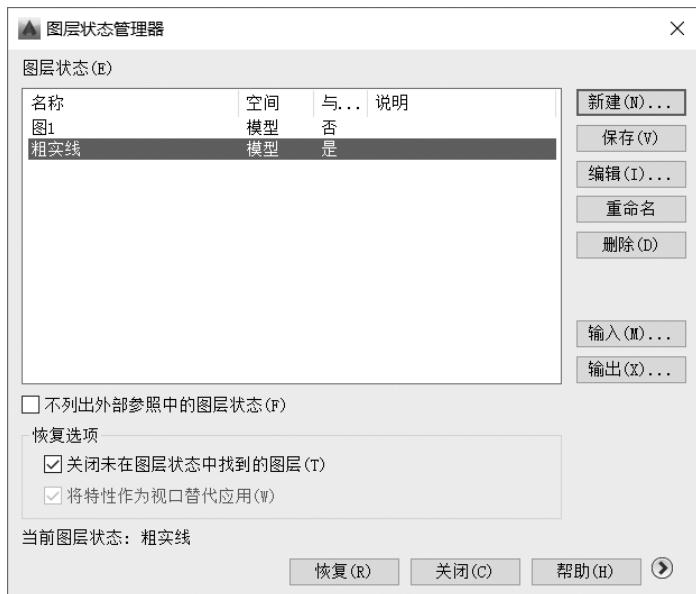

图 4-29 “图层状态管理器”对话框
- 2) 在“图层特性管理器”对话框中，单击“图层状态管理器”按钮 状 ，打开“图层状态管理器”对话框，如图 4-29 所示。